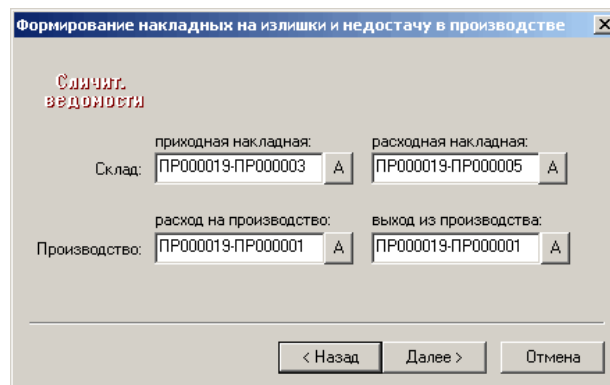

Рисунок 100 – Формирование накладных на излишки и недостачу в производстве
- в окне **Формирование документов на излишки и недостачу в производстве** (Рисунок 100) можно просмотреть номера создаваемых накладных и нажать кнопку **Далее**: